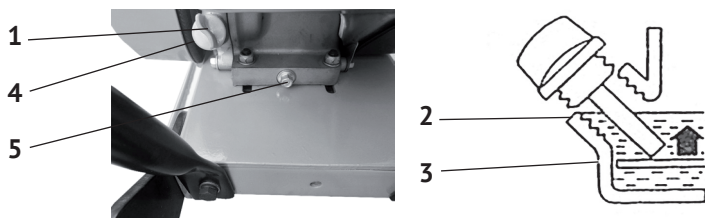

рис.3
Выкрутите пробку-щуп (рис.3 поз.1) из маслозаливной горловины и залейте в картер масло необходимой марки до нижнего края горловины, как показано на рис.3. Вставьте сухой чистый щуп в горловину картера и выньте его. Проверьте уровень масла: граница смоченной области щупа должна располагаться между отметками минимального (3) и максимального (2) уровней.
- на прогревом до рабочей температуры двигателе открутите пробку-шуп (рис.3 поз.1) маслосливной горловины (рис.3 поз.4);
- открутив болт-пробку маслосливного отверстия (рис.3 поз.5), слейте из картера использованное масло;
- залейте масло в горловину, до нижнего края заливного отверстия, как показано на рис.3.